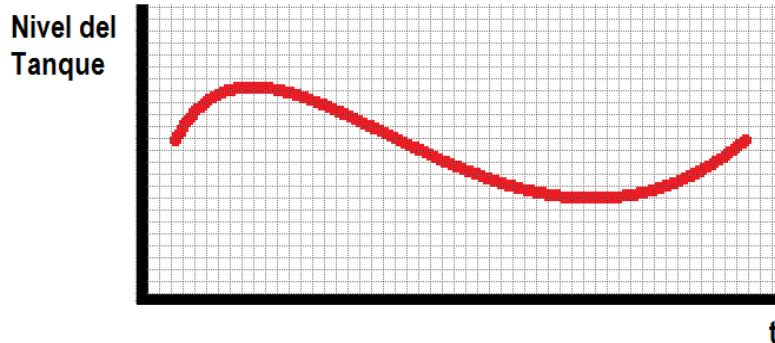

Figura 32. Ejemplo Tendencia
- En la pantalla tendencia, deberá visualizarse un gráfico, donde se observe el comportamiento de la variable de nivel del tanque con respecto al tiempo. Ver ejemplo en la Figura 32.